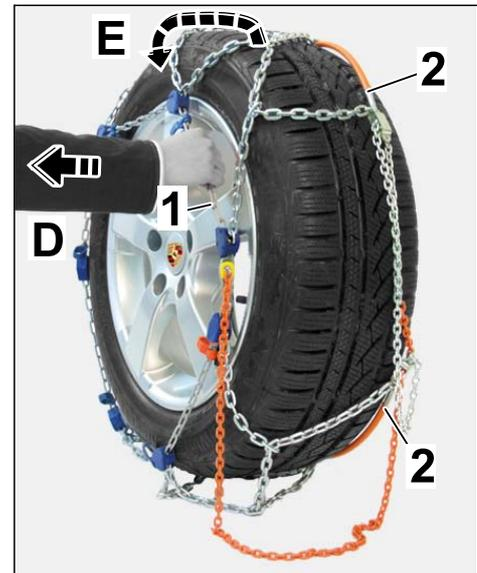

Figura 18
3.3.5 Sujetar la red de cadenas por encima del centro del eje y retirarla de la rueda (⇒ *Figura 18 -D-*).
El extremo del arco de acero flexible se desliza ligeramente sobre la superficie de rodadura del neumático (⇒ *Figura 18 -E-*).